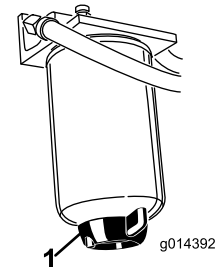

Figura 29
Drene el agua y otros contaminantes del separador de agua (Figura 29) a diario. Cambie el cartucho del filtro después de cada 400 horas de operación.
2. Afloje el tapón de vaciado en la parte inferior del cartucho del filtro (Figura 29).